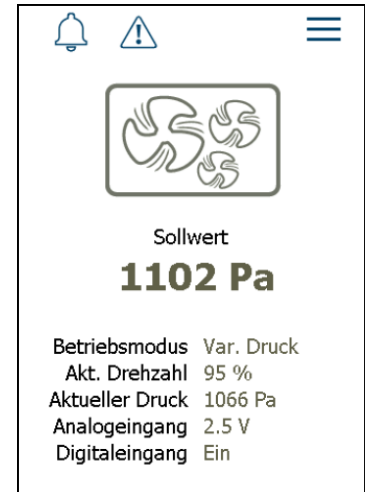

Abb. 11-11: Startseite
Die Startseite dient der Anzeige aktueller Systeminformationen und kann auch zur manuellen Freigabe (Ein/Aus) und Sollwert-Eingabe genutzt werden. Das Gerät verfügt über einen Bildschirmschoner, welcher die Anzeige verdunkelt. Durch kurze Berührung des Bildschirms wird dieser deaktiviert und die Startseite wird angezeigt. Der Inhalt der Startseite ist von der Konfiguration des HMI3 abhängig. In Abb. 11-11 ist die Startseite bei eingestellter Druckregelung, analoger Sollwertvorgabe und digitaler Freigabe dargestellt.
2. Rufen Sie das Hauptmenu auf, indem Sie das Symbol oben rechts auf dem Startbildschirm betätigen (siehe Abschnitt 11.7.1, Abb. 11-11).
2. GERÄTE-SCAN: Der Scanvorgang startet automatisch und sucht den Bus nach den mit dem System verbundenen Geräten ab. Betätigen Sie die Schaltfläche „(X) GERÄTE VERBINDEN“, um zum nächsten Schritt zu gelangen.
4. REGELMODUS: Wählen Sie die gewünschte Sollwertquelle aus. Hierbei kann zwischen manueller Eingabe (per Startbildschirm, siehe Sollwert in Abb. 11-11) und Vorgabe per Analogeingang gewählt werden.
5. STARTBEFEHL: Wählen Sie die gewünschte Option zum Starten des Systems aus. Hierbei kann zwischen manueller Eingabe (per Startbildschirm, siehe Ventilator-Symbol auf Abb. 11-11), zwei Analog-Schwellwerten und dem Digitaleingang gewählt werden.